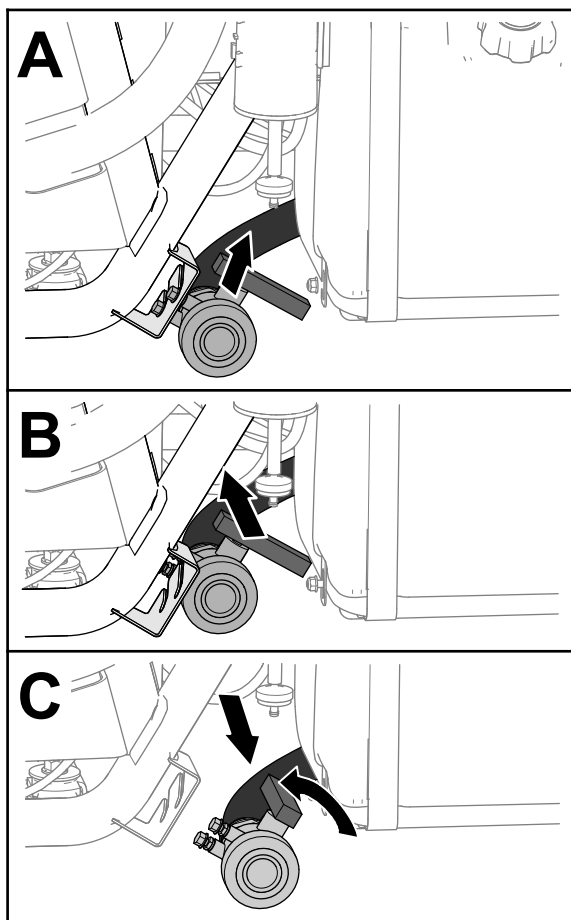

Figura 27
2. Individuate la valvola di spurgo del serbatoio sul lato sinistro della macchina, davanti al serbatoio del carburante (Figura 27).
3. Sollevate la valvola e spostatela entro bordo fino a quando i perni di supporto della valvola non liberano le fessure nella staffa della valvola di scarico, e spostate la valvola verso dietro (Figura 27).
4. Allineate l'estremità della valvola con il contenitore di spurgo e ruotate la stegola della valvola in senso antiorario in posizione di apertura (Figura 27).
5. Una volta spurgato completamente il serbatoio, ruotate la maniglia della valvola di spurgo in posizione di chiusura e montate la valvola sulla staffa della valvola di spurgo (Figura 27).